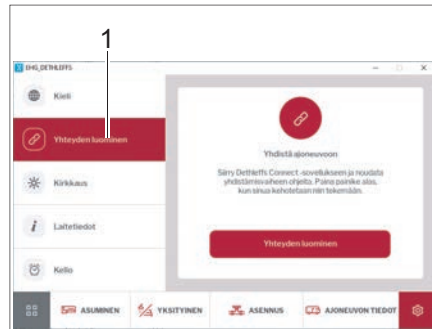

Bild 266 Anslutning
- Klicka på knappen *Anslutning* (Bild 266,1).